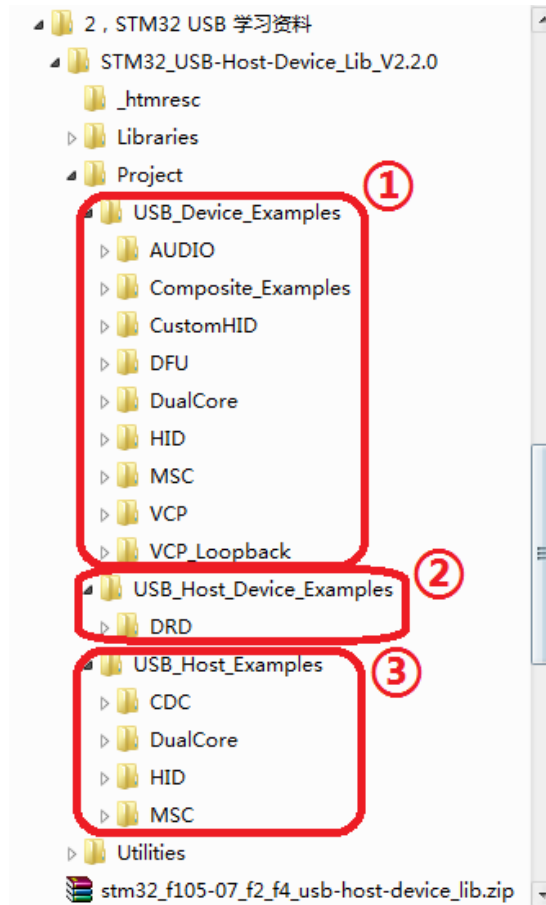

图 61.1.2 ST 提供的 USB OTG 例程
ST 提供的 STM32F1/F2/F4 USB OTG 库在: <http://www.stmcu.org/document/list/index/category-523> 这里可以下载到 (STSW-STM32046)。不过,我们已经帮大家下载到开发板光盘: 8, STM32 参考资料→STM32 USB 学习资料,文件名: stm32_f105-07_f2_f4_usb-host-device_lib.zip。该库包含了 STM32F1/F2/F4 的 USB 主机 (Host) 和从机 (Device) 驱动库,并提供了 14 个例程供我们参考,如图 61.1.2 所示:
如图 61.1.2 所示，ST 提供了 3 类例程：①即设备类（Device，即 Slave）、②主从一体类（Host_Device）和③主机类（Host），总共 14 个例程。整个 USB OTG 库还有一个说明文档：CD00289278.pdf(在光盘有提供)，即 UM1021，该文档详细介绍了 USB OTG 库的各个组成部分以及所提供的例程使用方法，有兴趣学习 USB 的朋友，这个文档是必须仔细看的。